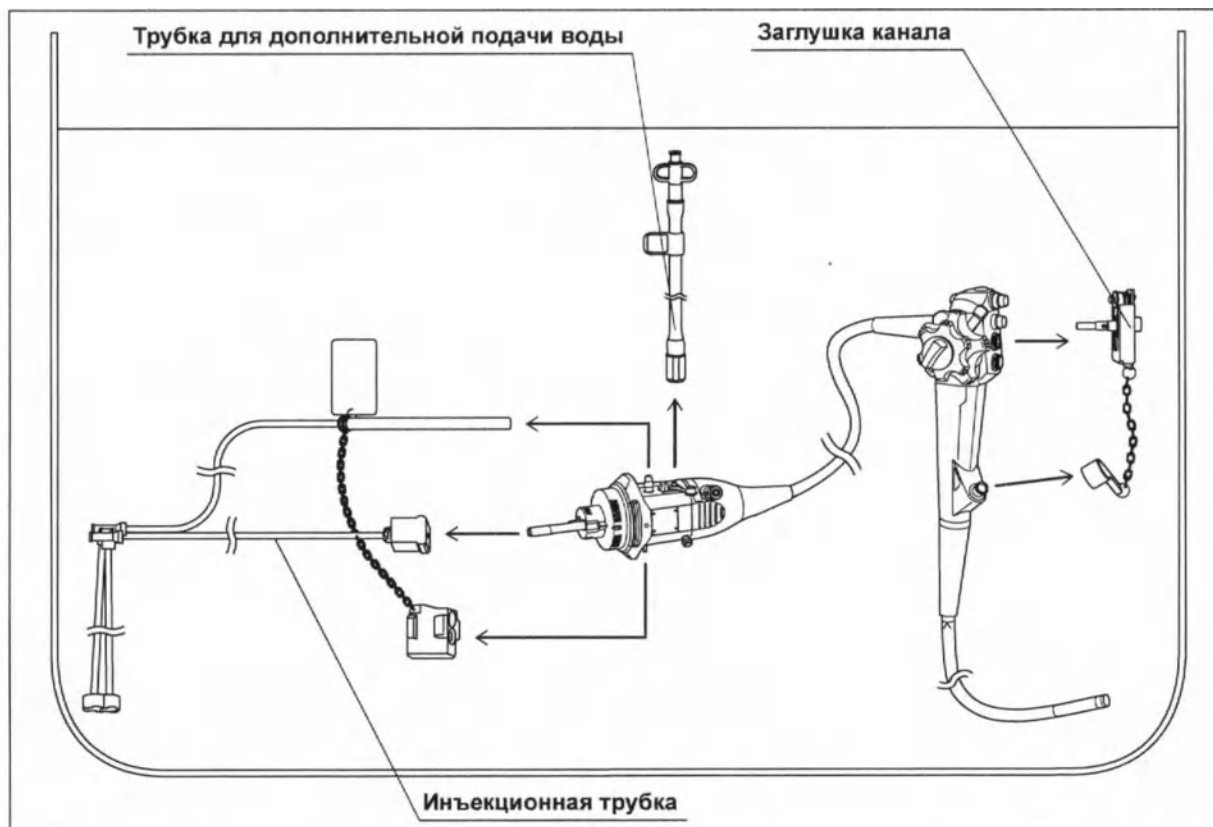

Рис. 5.68
- 3 Отсоедините от эндоскопа заглушку для канала (MH-944), инъекционную трубку (MH-946) и трубку для дополнительной подачи воды (MAJ-855). (см. рис. 5.68)